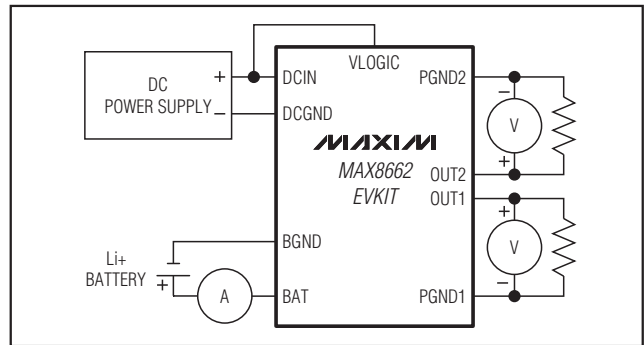

图1. 测试装置配置
- 10) 按照图1所示连接评估板，但需要到第18步时连接电池。